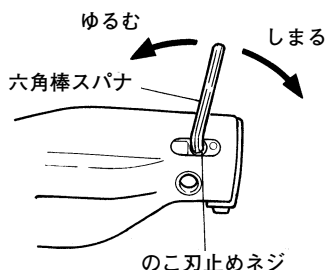

図 3
- (1) のこ刃止めネジを六角棒スパナで3～4回転し、ゆるめます。(図3)